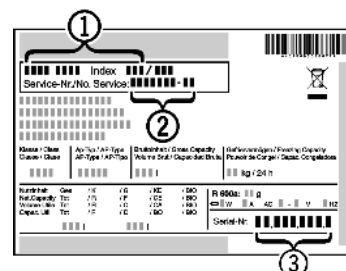

Fig. 61
- ▶ Gerätebezeichnung Fig. 61 (1), Service-Nr. Fig. 61 (2) und Serial-Nr. Fig. 61 (3) vom Typenschild ablesen. Das Typenschild befindet sich an der linken Geräteinnenseite.